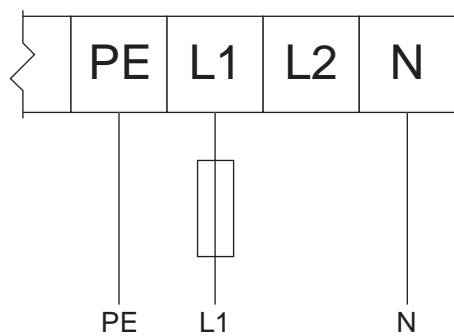

Figure 8 Вход: 120 В перем. тока, 1 фаза/выход: 240 В перем. тока, 3 фазы
- Подсоедините провода питания к клеммам питания в электрораспределительной коробке ЧРП. См. таблицу 3 и рис. 8–12 (в зависимости от системы).